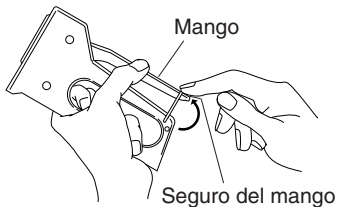

Figura 3
3. Mientras sostiene el mango abajo, deslice el seguro del mango sobre este (vea la Figura 3, página 3).